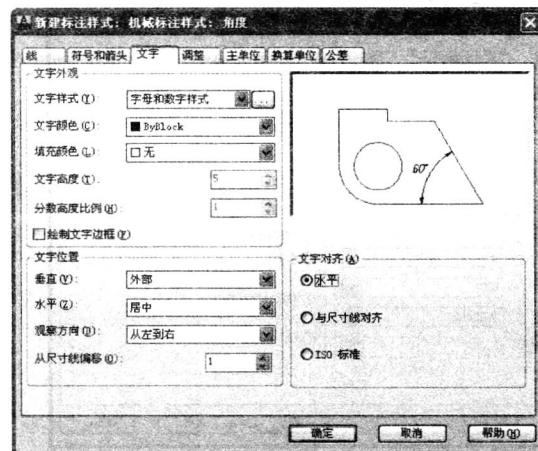

图 1-26 设置角度标注文字的对齐方式
2. 单击“继续”按钮，弹出“新建标注样式”对话框，打开“文字”选项卡，在“文字位置”的“垂直”下拉列表中选择“外部”，在“文字对齐”选项栏中选中“水平”单选按钮，即将角度标注文字位于尺寸线外部且水平书写。“文字”选项卡的设置如图 1-26 所示。